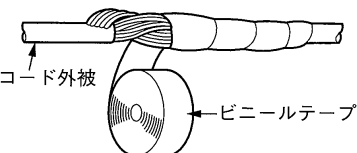

図 15
- 配線コードとコード内の電線には若干の隙間があり、コード接続部や末端の防水処理が不完全ですと、毛細管現象でアクチュエータ端子箱内に水分が浸入して、内部腐食により作動不良を発生させる場合があります。コード接続部・末端部の防水処理を確実に行ってください。(図 15)
- ① 未使用電線の絶縁処理部及びコード電線と中継コードの圧着部の防水処理
- ② 電線コードとコード外被の防水処理
- ③ 圧着した電線を束ねてコード外被からビニールテープを密に巻く